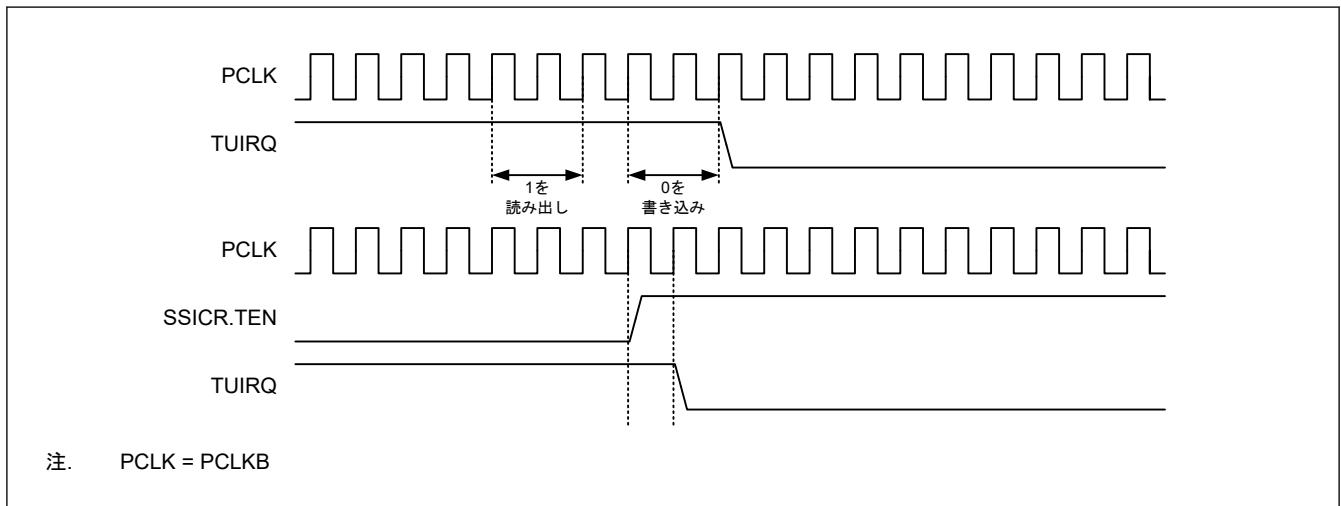

図 38.19 TUIRQ クリアタイミング
1. このビットから 1 を読み出したあとに 0 を書き込んだとき (図 38.19 のタイミングと同じ)